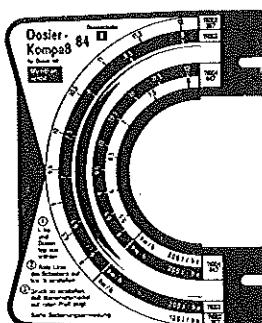

Abb. 2
2. Dosierscheibe mit Tabellen für Membranventile und Düsen 11002–11010, 367–607 ist serienmäßig montiert, Abb. 2.